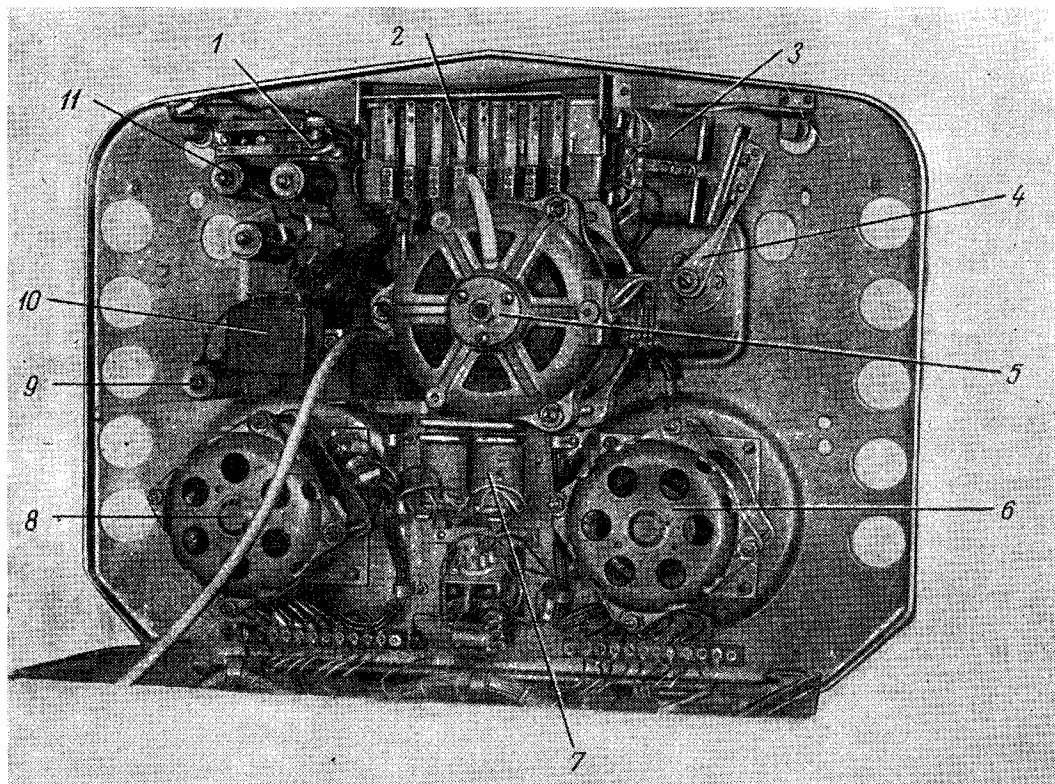

Рис. 123. Лентопротяжный механизм (вид снизу).
**Лентопротяжный механизм.** Под декоративной крышкой на стальной плате расположен лентопротяжный механизм (рис. 122). Он приводится в движение тремя электродвигателями (рис. 123). Конструкция лентопротяжного механизма, принцип работы и его кинемати-